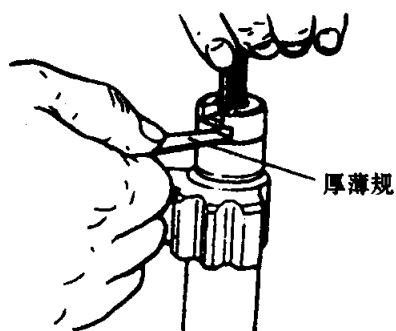

图7-17横轴轴向间隙的调整
(3) 横轴轴向间隙的调整见图7-17。把调整垫片装到调整螺栓上，并测量横轴的轴向间隙，其标准值为 0.05 mm 或以下。若测量值不在规定范围内，改变调整垫片进行调整。